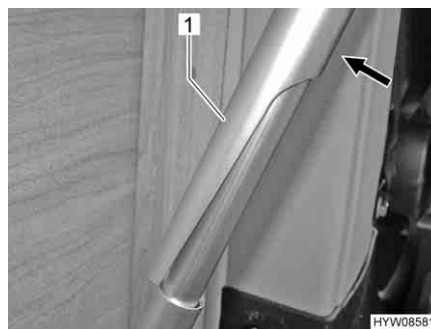

Fig. 28 Piede di sostegno, sbloccato
- Spingere la parte superiore del piede del tavolo (Fig. 28,1) verso la parete esterna (Fig. 28).